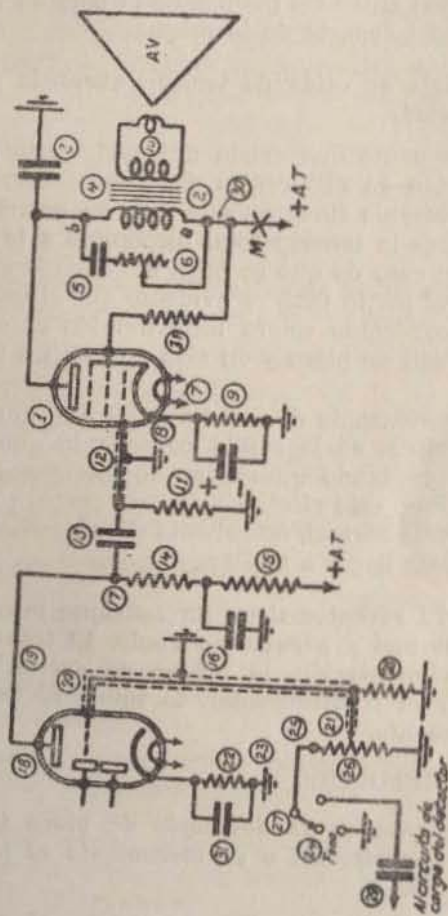

Fig. 7.—Pasos final y detector
CAUSAS Y REMEDIOS (fig. 7).
Mídase la tensión (fig. 7) entre los terminales de la resistencia (9) o entre cátodo y masa. Si esta re-
Se trata de un cortocircuito del arrollamiento del transformador de salida (fig. 7) que puede estar producido por una de las causas siguientes:
**CAUSAS Y REMEDIOS** (fig. 7).
**54.—Resistencia (11) de escape de rejilla en circuito abierto (fig. 7).**